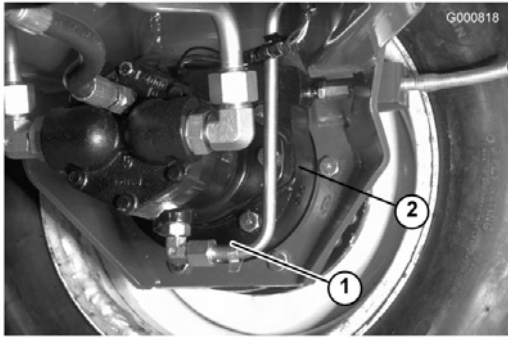

Figure 67
- Retirez les deux bouchons au bas du carter de frein pour permettre à l'huile de s'écouler (Figure 67).